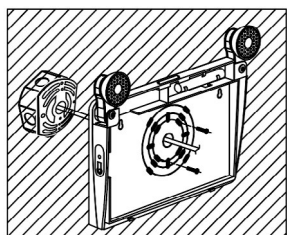

Fig. 7
- Faire passer les fils à travers la plaque de montage arrière, puis fixer la plaque de montage arrière à la plaque de montage de la boîte de jonction à l'aide de vis (Fig. 7).